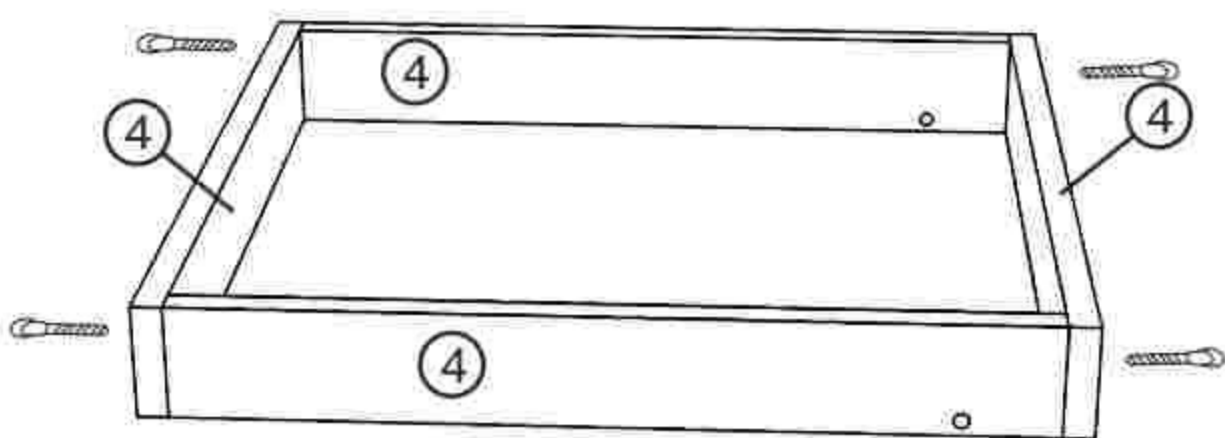

Рис.1
3. Соединяем конфирматами (а) планки (4) - см. рис.1.